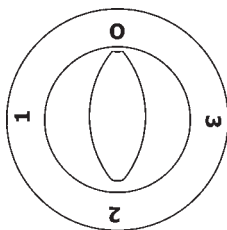

Figure 15
*A la première utilisation ou si la plaque a été inutilisée depuis longtemps, il convient de la faire fonctionner à vide pendant 2-3 minutes en plaçant le commutateur sur 3 (Figure 15) afin d'éliminer l'humidité résiduelle. Ne pas toucher la plaque électrique avec une partie du corps mouillée ou humide. Utilisez des récipients de dimension adéquate, le diamètre des casseroles devant être identique au diamètre de la plaque, ce qui est important pour économiser l'énergie. Fermez la manette après la cuisson. Lorsque la plaque est allumée, la lampe témoin rouge (rep 8) qui se trouve sur le tableau de bord s'allume. Cela vous permet de voir si la plaque est restée allumée par erreur.*